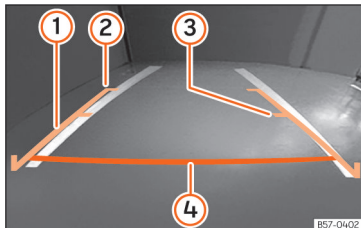

Abb. 200 Anzeige auf dem Bildschirm des Infotainment-Systems: Orientierungslinien.
- Die Beladung des Fahrzeugs verändert die Darstellung der Orientierungslinien » Abb. 200. Die von ihnen dargestellte Breite verringert sich bei zunehmender Beladung. Achten Sie auf die Umgebung des Fahrzeugs, wenn der Innenraum oder der Gepäckraum beladen sind.
» **Abb. 200**